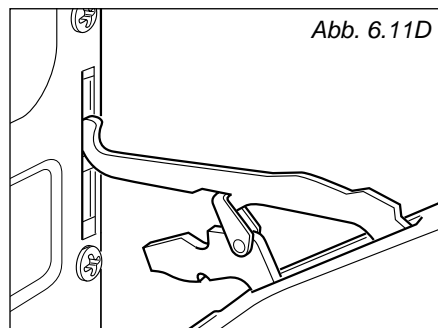

Abb. 6.11D
4. Ofentür nach vorne abziehen (Scharniere lösen sich aus den Schlitten) (abb. 6.11D).